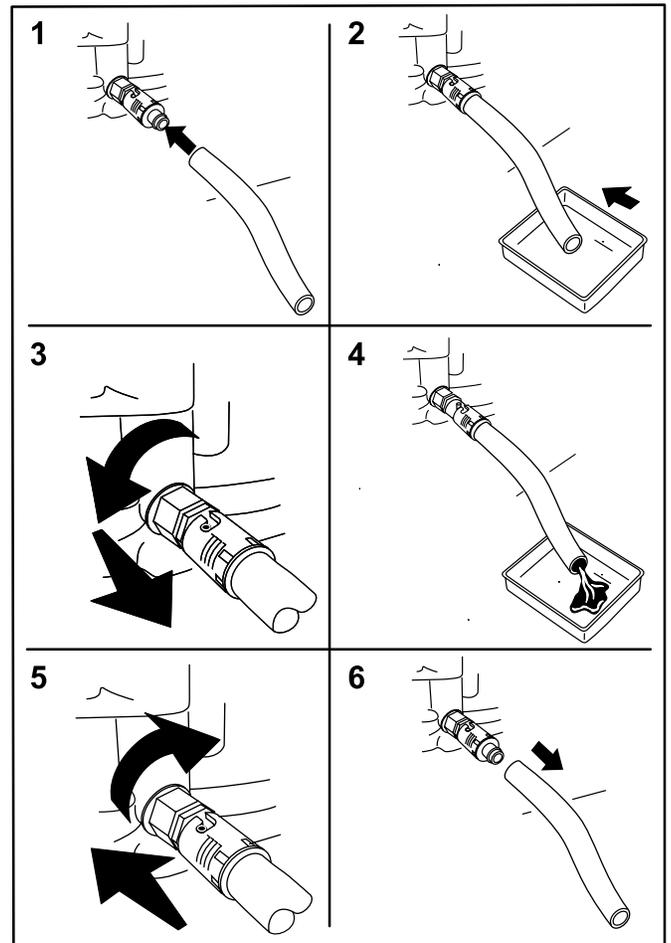

Figura 28
4. Instale la manguera de vaciado de aceite en la válvula de vaciado del aceite del motor (Figura 28).
5. Coloque el otro extremo de la manguera en un recipiente apropiado para recoger el aceite (Figura 28).
6. Gire la válvula de vaciado de aceite 1/4 de vuelta en sentido antihorario para empezar a vaciar el aceite (Figura 28).
7. Cuando todo el aceite se haya drenado, cierre la válvula de vaciado de aceite 1/4 de vuelta en sentido horario para cerrar la válvula (Figura 28).